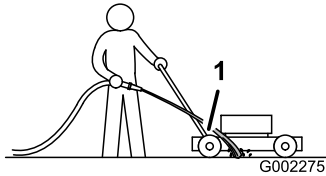

Bild 36
3. Halten Sie den Wasserschlauch auf Griffhöhe und richten Sie den Wasserstrahl unmittelbar vor dem rechten Hinterrad auf den Boden (Bild 36).